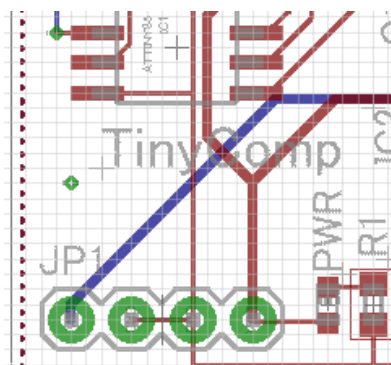

図 39
- ② レイヤーを「21:tPlace」(Top 側)にして基板名称を配置固定します。図 39
- ③ ①の操作で作者名を入力します。
- ④ レイヤーを「22:bPlace」(Bottom 側)にして配置します。このとき入力した文字は「裏文字」となります。